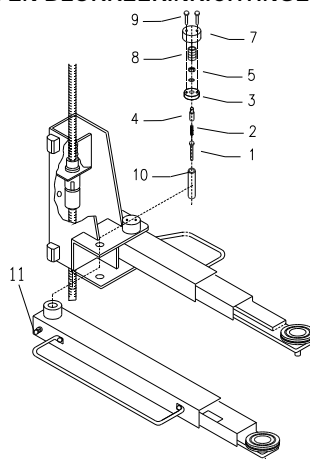

Fig.21
1. Draai de blokkeerbouten 11 (Fig.21) zover uit dat de lange draagarmen in de weggedraaide stand haaks op de heftafel en dus in het verlengde van de draagpoten van het grondframe staan. Dit is de maximale wegdraaistand van de draagarmen.
3. Monteer pen 10 (Fig.21) in de draagarm, zorg dat het borggat in pen 10 voor het gat in de zijkant van de hefarm valt (Fig.22).
6. Plaats nu pen 1 (Fig.21) in de draagarmen (Fig.24). Plaats de veer 2 (Fig.21) Smeer alles in met vet.
7. Bevestig pen 4 aan de schotel 3 met de moer 5 (Fig 21 + Fig.25). Niet vast maar geborgd dmv. borgfloestof
8. Plaats nu de schotel met pen en daarna veer 8 en kap 7 en zet deze vast met 2x bout 9 (Fig.21).